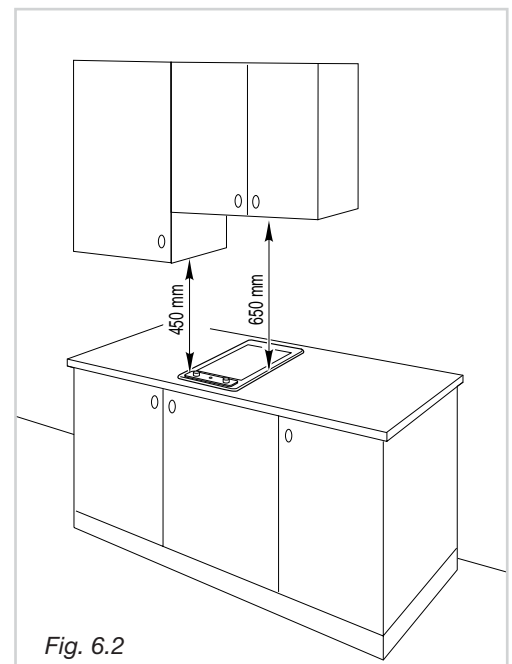

Fig. 6.2
- No caso que sobre o fogão haja um pênsil ou uma capa de exaustão mantenha, entre a grelha do fogão e o mesmo pênsil ou capa de exaustão, uma distância mínima igual a 650 mm (fig. 6.2).